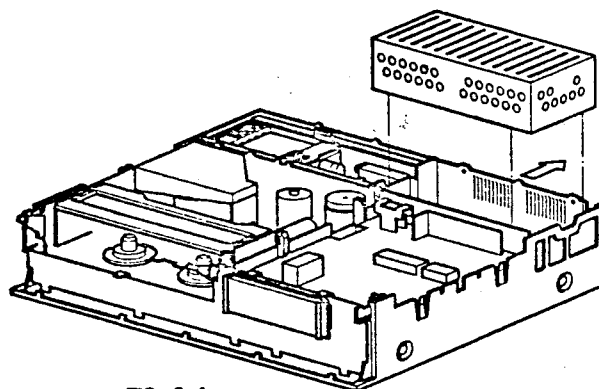

FIG. 2-4
- Die Gehäuseteile vor und hinter der Stromversorgung ein wenig auswärts drücken. Darauf lässt sich die ganze Stromversorgung P015 aus dem Gehäuse herausnehmen (siehe Bild 2-4).